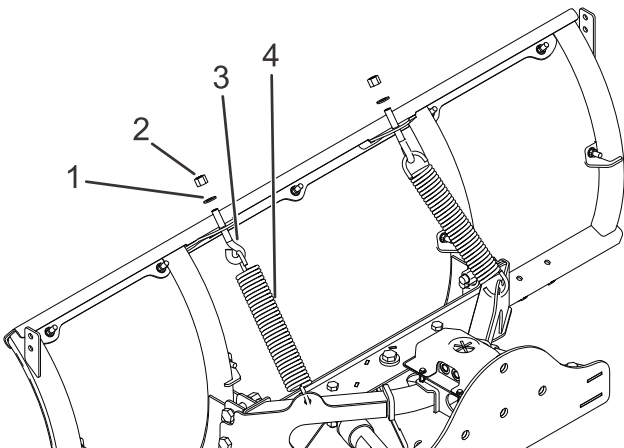

Figura 12
4. Enganche los 2 muelles de seguridad a través de los orificios del bastidor de empuje (Figura 12)
5. Enganche los otros extremos de los resortes de gancho a los 2 cáncamos (Figura 12)
6. Inserte el extremo roscado de los cáncamos a través de los orificios de la pala del quitanieves, y sujételos con arandelas (1/2") y 2 contratuercas de nylon (Figura 12).